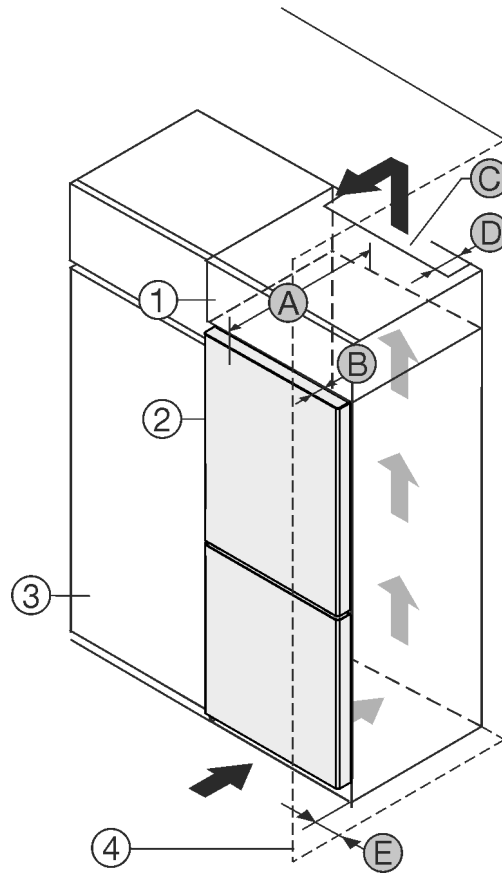

Fig. 1
A készülék közvetlenül a konyhaszekrény Fig. 1 (3) mellé állítható.
A rátét szekrény hátoldalán egy megadott mélységű Fig. 1 (D) szellőzőaknát kell kialakítani a rátét szekrény teljes szélességében.
A mennyezet alatt be kell tartani a szellőző keresztmetszetet Fig. 1 (C).
Ha a készüléket a zsanérjaival a fal Fig. 1 (4) mellé állítja fel, legalább 13 mm távolságot kell tartani a faltól.
Ha a készüléket a zsanérjaival a fal Fig. 1 (4) mellé állítja fel, legalább 20 mm távolságot kell tartani a faltól.
Ahhoz, hogy az ajtót teljesen ki tudja nyitni, a készüléknek a konyhaszekrény elülső oldalához képest legalább az ajtó mélységének Fig. 1 (B) megfelelően ki kell állnia. A konyhaszekrények Fig. 1 (3) mélységétől és a fali távtartók használatától függően a készülék nagyobb mértékben is túllóghat előre felé.